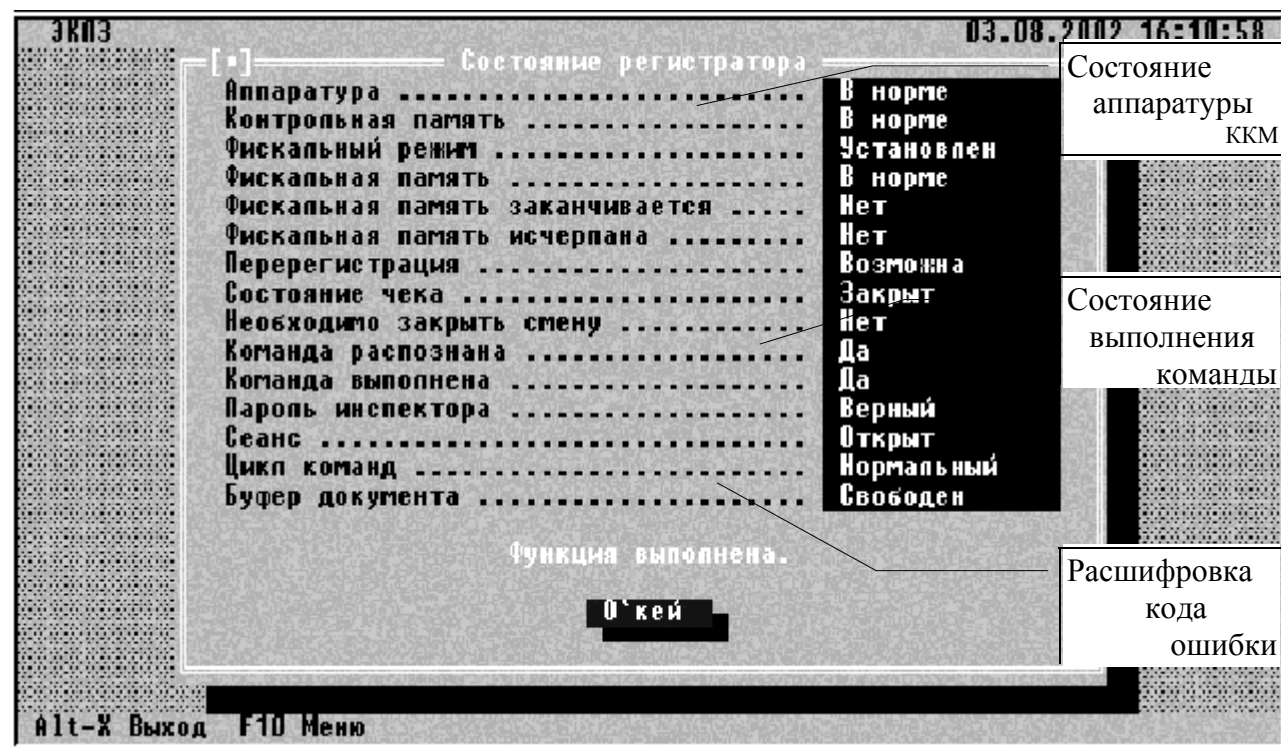

Рисунок 3.1 - Диалоговое окно статуса ККМ
л) если функция выполнена, программа сформирует статус ККМ (Рисунок 3.1). Для продолжения следует нажать клавишу "Enter". Программа выполнит команду "Начало сеанса". В зависимости от настроек ККМ может быть напечатан документ о начале сеанса, образец которого приведен в "Образцах документов, формируемых ККМ" ДШСЗ.021.033-07 ДЗ (раздел 8);
н) если функция выполнена, то программа сформирует статус ККМ (Рисунок 3.1). Для продолжения следует нажать клавишу "Enter". На экране дисплея появится сообщение о завершении процедуры установки связи (Рисунок 2.2). Далее следует нажать клавишу "Enter" - процедура установки связи завершена;
п) если в результате обмена ККМ выдала сообщение статуса, отличное от "Функция выполнена", необходимо обратиться к таблицам описания и локализации ошибок ККМ (Раздел 3, Таблица 3.1 - Таблица 3.4, Рисунок 3.1). В случае, если статус не сформировался, а появилась одна из ошибок канала, необходимо нажать клавишу "Enter" - на дисплее появится диалоговое окно (Рисунок 2.3). При выборе "Повторить" появится диалоговое окно последней невыполненной команды, при выборе "Вернуться" появится диалоговое окно первой команды процедуры установки связи. При выборе "Отмена" появится диалоговое окно подтверждения выхода (Рисунок 2.4). Необходимо нажать "Да" для выхода из программы "ЭКЛЗ" или "Нет" для возобновления процедуры установки связи.
3.1 Программа "ЭКЛЗ" после каждой команды формирует на экране диалоговое окно, содержащее статус ККМ (Рисунок 3.1). В него входят состояние аппаратуры ККМ, состояние выполнения команды и расшифровка кода ошибки при выполнении команды.